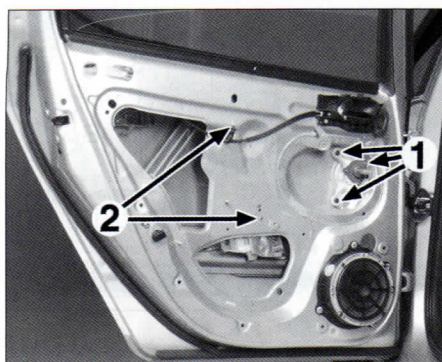

FIG. 34
Desmontar los tres tornillos de fijación (1) del elevallunas manual o del motor de elevallunas (**fig. 34**).